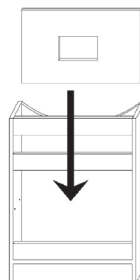

Fig. 3
3. Place the shelf inside the cabinet. See Fig. 3 and 4
3. Placez la tablette à l'intérieur de l'armoire. Voir les figures 3 et 4.
3. Coloque el estante en el interior del armario. Ver fig. 3 y 4.